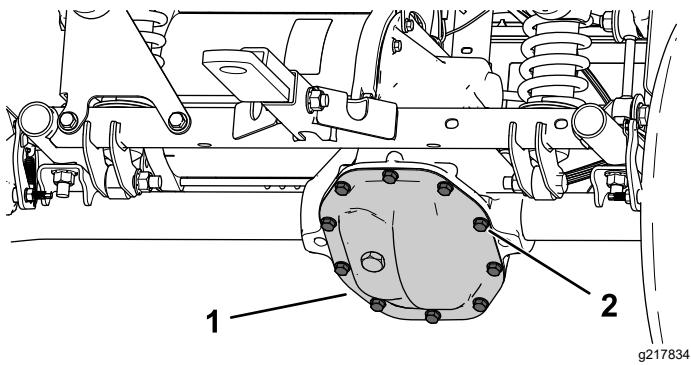

Рисунок 48
- Поместите сливной поддон под крышку коробки передач (Рисунок 48).
- Отверните болты с крышки коробки передач и полностью слейте рабочую жидкость (Рисунок 48).